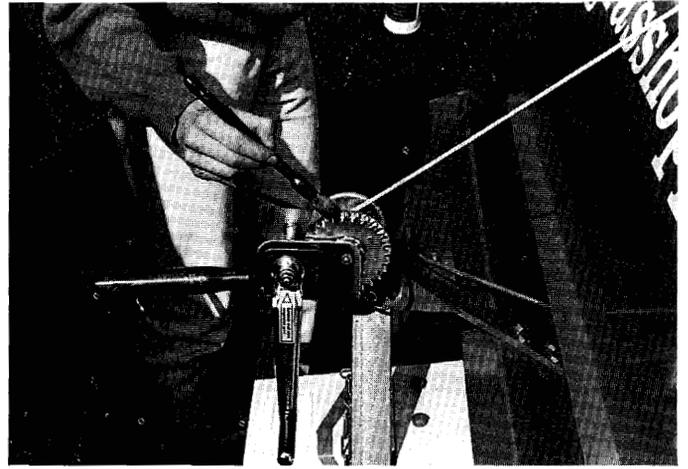

fig. 25
- Zahnrad der Handkurbel bei mechanischer Fangkorbentleerung (Fig 25).